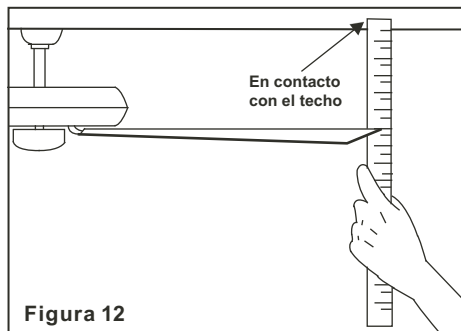

Figura 12
2. La mayoría de los problemas de oscilación se originan cuando los niveles de las aspas son desiguales. Revisar esté nivel por medio de seleccionar un punto del techo por encima de la punta de una de las aspas. Medir esta distancia como se muestra en la Figura 12. Rotar el ventilador hasta que la siguiente aspa esté ubicada para medición. procederimiento para cada aspa. Las medi repetir el das hacer fucional deben mantenerse dentro de 1/8 pulgadas (3mm).